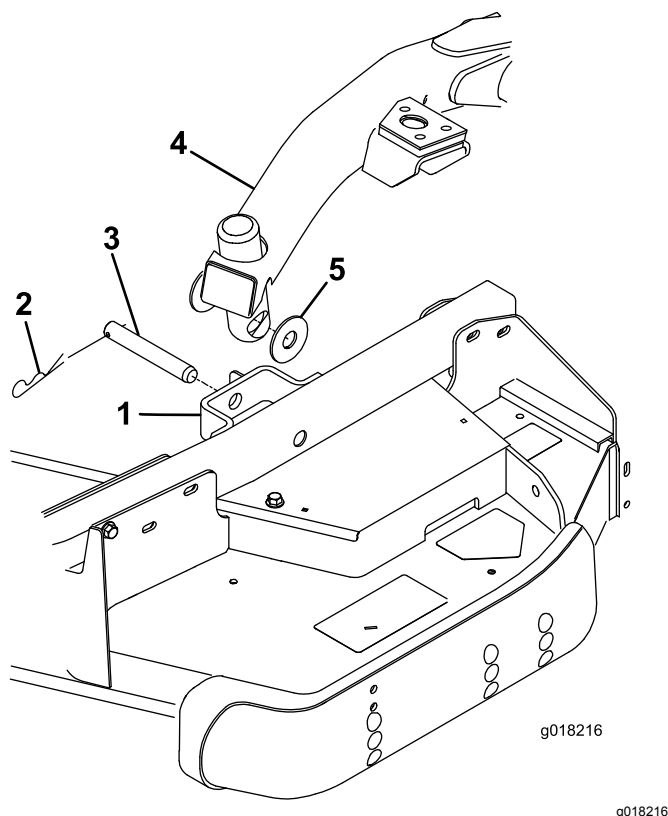

Figura 27
4. Premete l'interruttore di sollevamento in avanti, in posizione di FLOTTAZIONE. Spingete in basso un braccio di sollevamento fino a quando i fori nel braccio di sollevamento non sono allineati ai fori nella staffa del braccio della ruota orientabile e non potete inserire l'asta dell'altezza di taglio nei cuscinetti del braccio di sollevamento (Figura 27).
5. Fissate il braccio di sollevamento al braccio della ruota orientabile con 2 rondelle di spinta, un perno con testa e una coppia a forcina, posizionate le rondelle di spinta tra il braccio di sollevamento e la staffa del braccio della ruota orientabile (Figura 27) e inserite l'estremità della coppia nella scanalatura nell'aletta del braccio della ruota orientabile, per fissare la coppia.